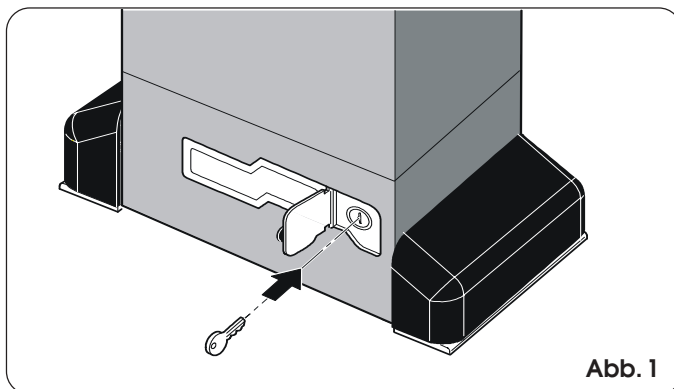

Abb. 1
- 1) Die Schutzklappe öffnen und den mitgelieferten Schlüssel in das Schloß stecken, wie in Abb. 1 gezeigt.